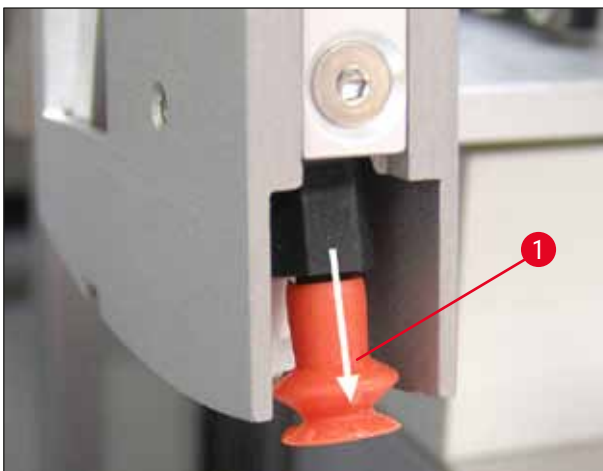

Bild 51
- Sugkopparna måste bytas ut om de har ändrat form eller skadats. Det gör du genom att med fingrarna dra sugkopparna nedåt tills de lossnar (→ Bild 51) och byta ut dem mot nya sugkoppar.